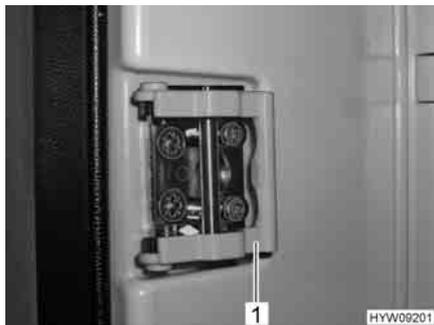
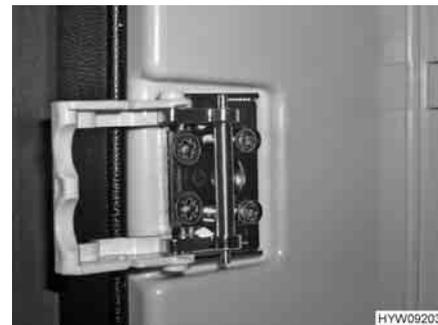

Fig. 150 Dispositivo di chiusura (alternativa) in posizione normale
Fig. 151 Dispositivo di chiusura (alternativa) in posizione di ricircolo d'aria
- Ruotare la staffa (Fig. 148,1 o Fig. 150,1) in avanti (Fig. 149 o Fig. 151).
A seconda del modello, il frigorifero può essere dotato anche di un dispositivo di chiusura, come quello illustrato in Fig. 150 e Fig. 151.